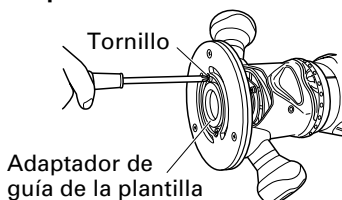

Fig. 8
- (1) Afloje los 2 tornillos del adaptador de guía de la plantilla hasta que ceda el adaptador de guía de la plantilla. (Fig. 8)